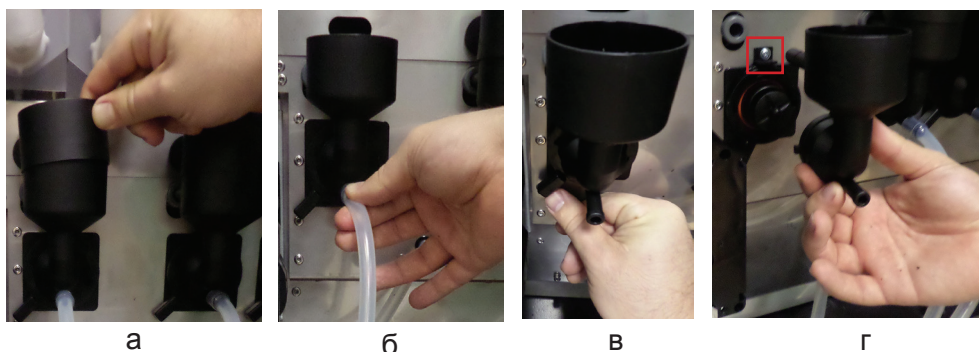

Рисунок 6.29 - Демонтаж миксера
1. Снимите крышку воронки миксера (см.рис.6.29а)
2. Отсоедините переходник трубки выдачи напитка (см.рис.6.29б)
3. Поверните ручку фиксатора воронки вниз (см.рис.6.29в)
4. Аккуратно потяните воронку на себя (см.рис.6.29г)
Для снятия мотора миксера, отвинтите винт, крепящий мотор к кронштейну (см.рис.6.29г), затем снимите мотор и отключите электрические соединения.